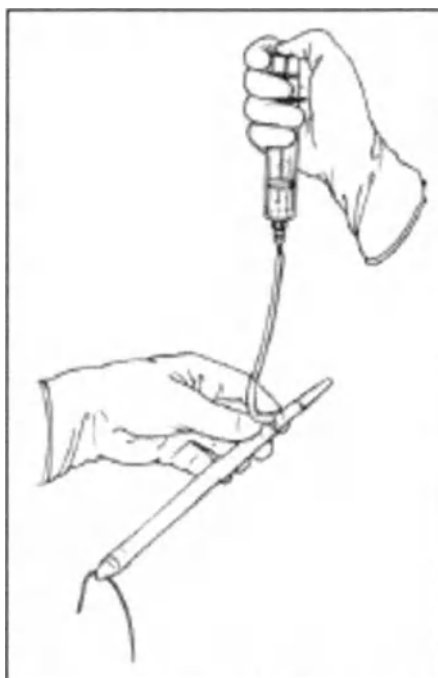

Рис. 22. Заполнить цилиндр дистальным концом вниз.
- Удерживать цилиндр за проксимальный конец дистальным концом вниз, чтобы сначала заполнилась дистальная часть цилиндра (рис. 22).